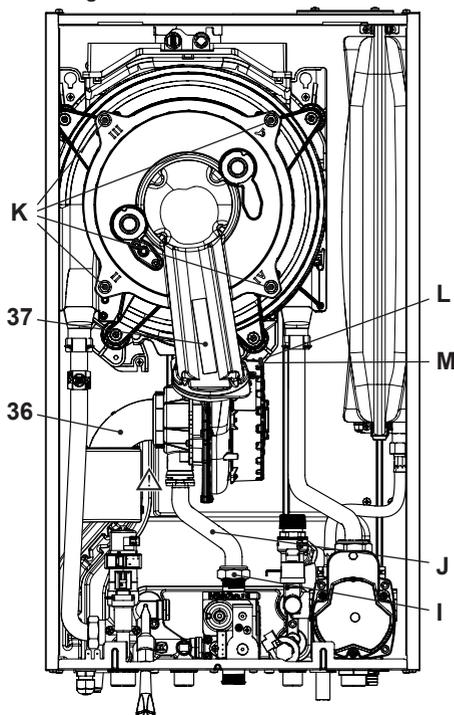
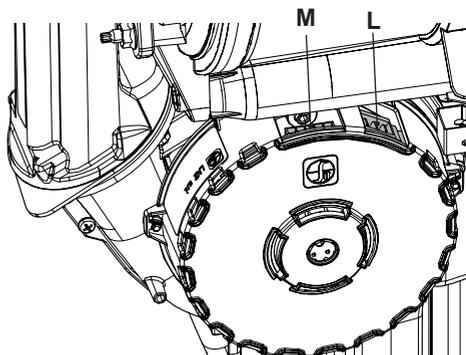

Figura 9.6
Figura 9.7
Rimozione del gruppo bruciatore ventilatore 37 in Figura 9.6.
- Scollegare il silenziatore 36 (Figura 9.6).
- Scollegare il connettore **L** tirandolo (Figura 9.6 - Figura 9.7).
- Scollegare il connettore del ventilatore **M** premendo il gancio in plastica posizionato nella parte sottostante del connettore (Figura 9.6 - Figura 9.7).
- Svitare i dadi **K** e rimuovere il gruppo bruciatore ventilatore 37 (Figura 9.6).